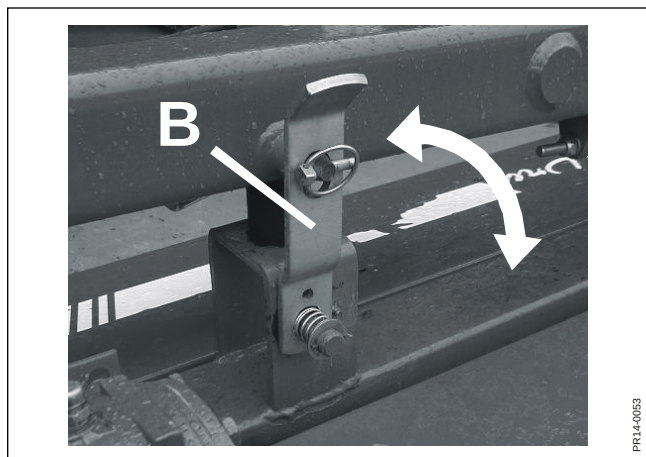

Fig. 3-6
- Fig. 3-6**
- Fig. 3-6** Hæv maskinen.